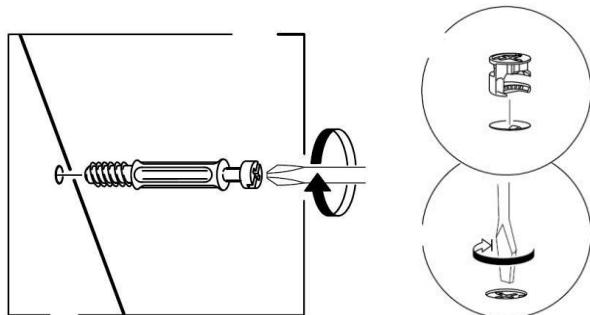
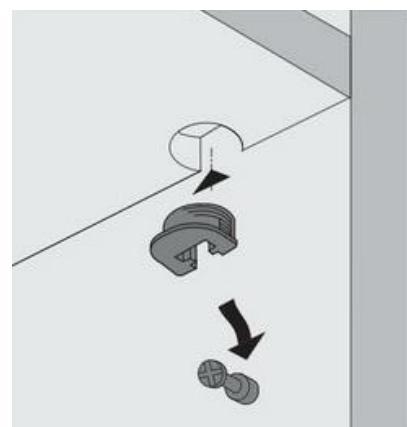

Рис. 1
Рис. 2
**1.** В горизонтальные щиты (25), (26), боковые стенки (17), (18) в имеющиеся отверстия установить эксцентрики таким образом, чтобы стрелка была повернута в сторону отверстия в торце.
В установленные муфты эксцентриковых стяжек на боковых стенках (17), (18), крышке (24) ввернуть дюбели DU 644, в соседние отверстия установить шканты (рис.1).
**2.** Установить монтажные планки петель на боковую стенку (17) или (18) в зависимости от направления открывания двери с помощью комплектных винтов.
**3.** Установить дюбели полкодержателей в требуемый ряд отверстий на боковых стенках (17) и (18). На полки (29) установить врезные полкодержатели (рис.2).